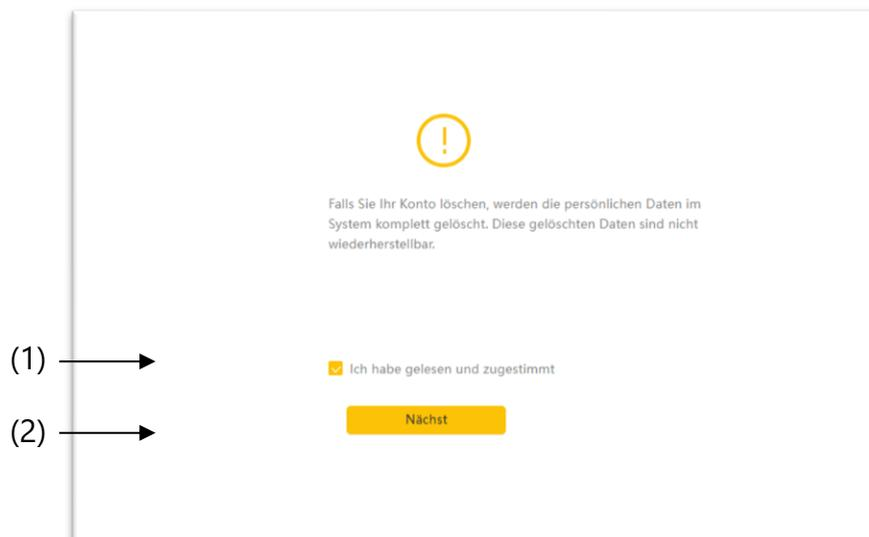

Abb. 13-3. Webseite für Löschen des Kontos (1/2).
Mit der folgenden Durchführung wird ein Konto gelöscht. In den Abb. 13-3 und 13-4 werden die Webseiten für das Löschen des Kontos als Beispiel dargestellt.
- (1) Zuerst müssen Sie auf Zustimmung klicken (siehe Abb. 13-3).